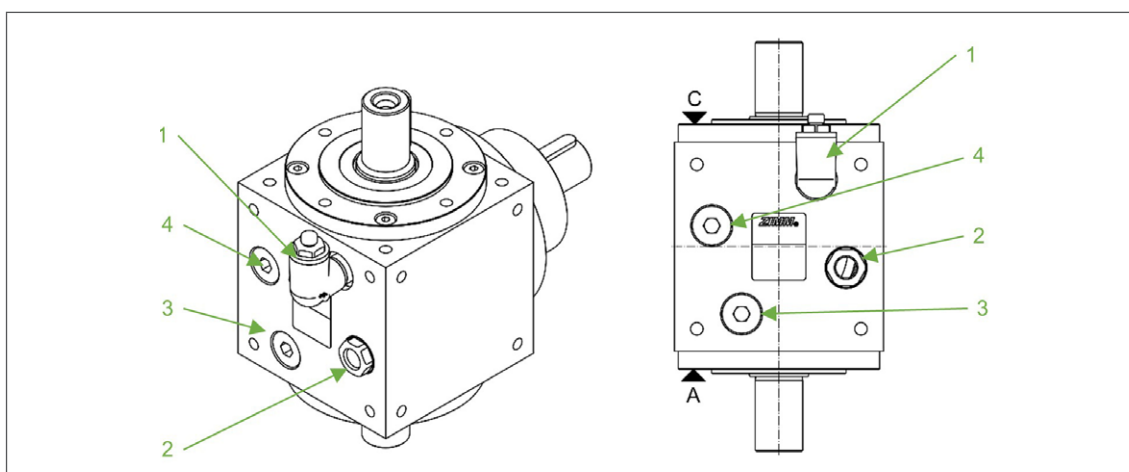

Fig. 6: Ejemplo de la posición de la ventilación y del visor de aceite
- 2. Aflojar el tornillo de cierre situado en la posición del visor de aceite (fig. 6).